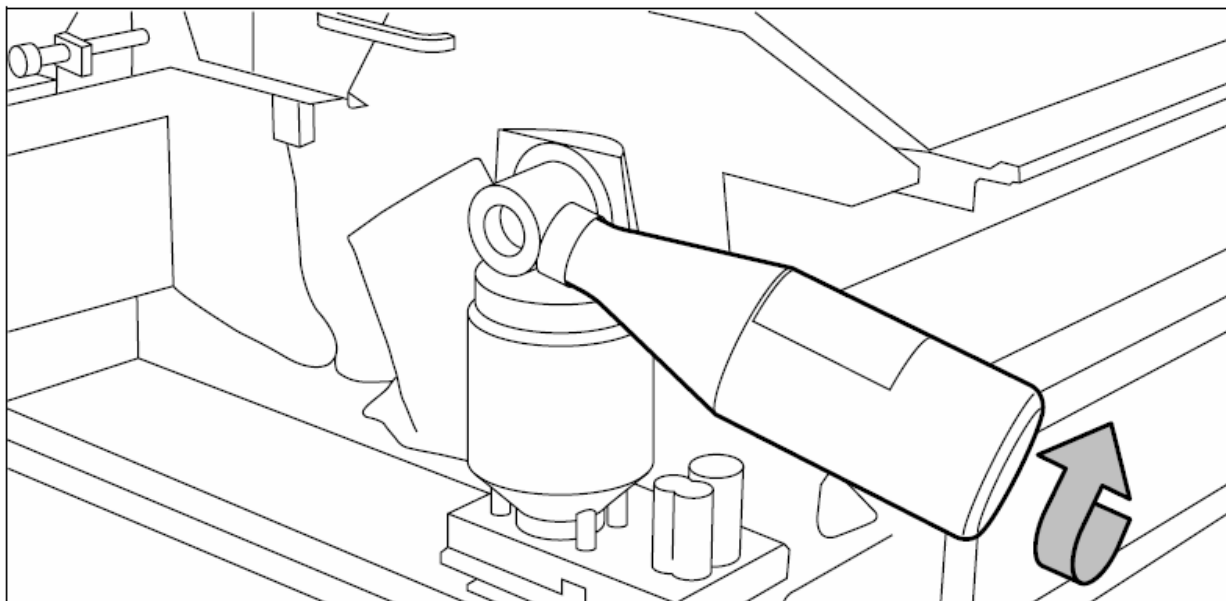

Рисунок 101: Привинчивание бутылки с тонером к входному патрубку
5. Вращая бутылку по часовой стрелке в наклонном положении, приверните ее к входному патрубку (смотрите рисунок 101).